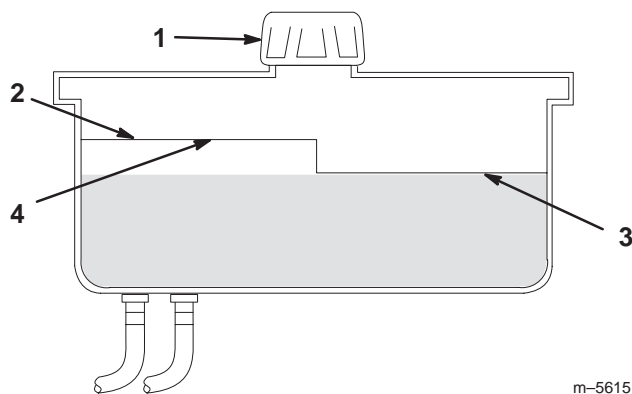

Figure 51
2. Nettoyez la surface autour du goulot de remplissage du réservoir hydraulique (Fig. 51).
3. Enlevez le bouchon du goulot de remplissage et vérifiez si le réservoir contient du liquide (Fig. 51).
Remarque : Lorsque l'huile est chaude, le niveau de liquide doit atteindre le haut du repère à **chaud** sur le déflecteur (Fig. 51).